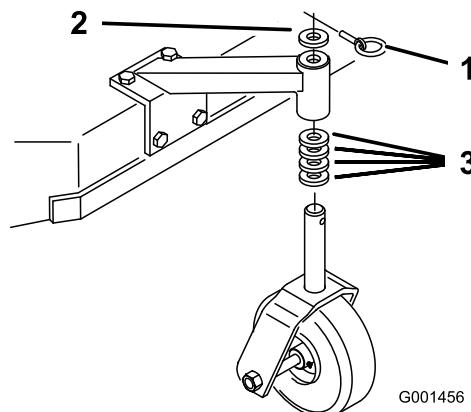

Figura 19
- Usando la Tabla de alturas de corte \(página 24\), ajuste los espaciadores de las ruedas giratorias según el taladro de eje seleccionado (Figura 19).
- Retire el pasador, retire la rueda giratoria del soporte y cambie los espaciadores (Figura 19).
- Instale la rueda giratoria en el soporte e introduzca el pasador (Figura 19).